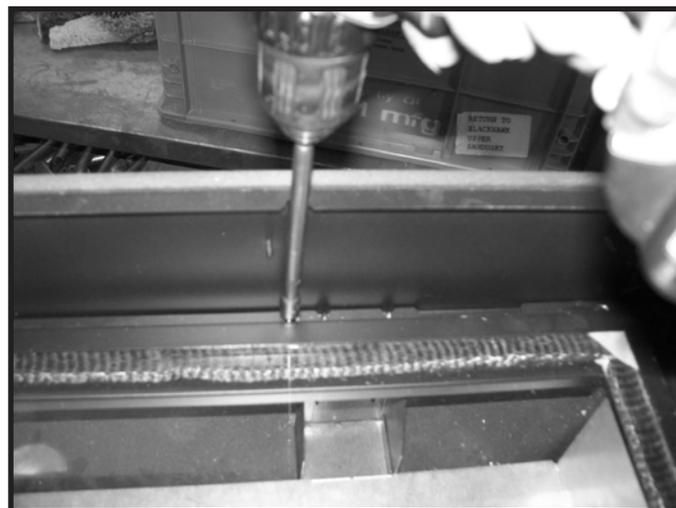

Figure 9.4 Accès aux gaz et l'électricité - Retirer la fenêtre
10. Retirez les huit vis qui maintiennent la fenêtre en verre. Enlevez la fenêtre. Manipulez avec prudence. Voir la figure 9.4.